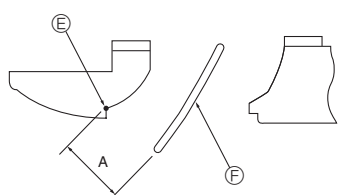

Fig. 8-10
- 3 Для настройки требуемого направления потока воздуха медленно перемещайте вертикальные заслонки в рамках указанного диапазона. (Fig. 8-10)